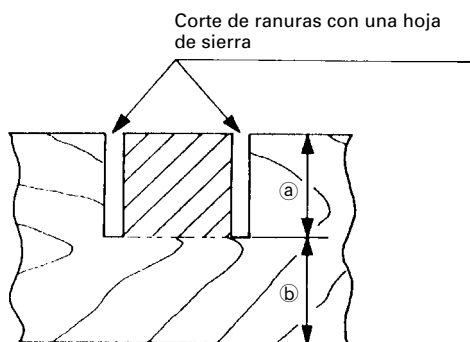

Fig. 33
Las ranuras podrán cortarse en la pieza de trabajo como se indica en la Fig. 33 regulando el perno de ajuste de profundidad de 8 mm.
- (1) Afloje la tuerca de aletas de 8 mm y gire el perno de ajuste de profundidad de 8 mm con la mano.
- (2) Ajuste la profundidad de corte deseada regulando la distancia entre la hoja de sierra y la superficie de la base (consulte b) de la Fig. 33).
- (3) La tuerca de aletas de 8 mm deberá quedar adecuadamente apretada después de haber finalizado el ajuste.